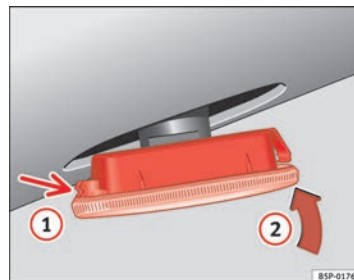

Fig. 236 Intermitente lateral
- Coloque el intermitente en primer lugar en el orificio de la carrocería, encajando las pestañas ⇒ fig. 236, flecha ①.
- Encaje la lámpara como indica la flecha ② ⇒ fig. 236. ■